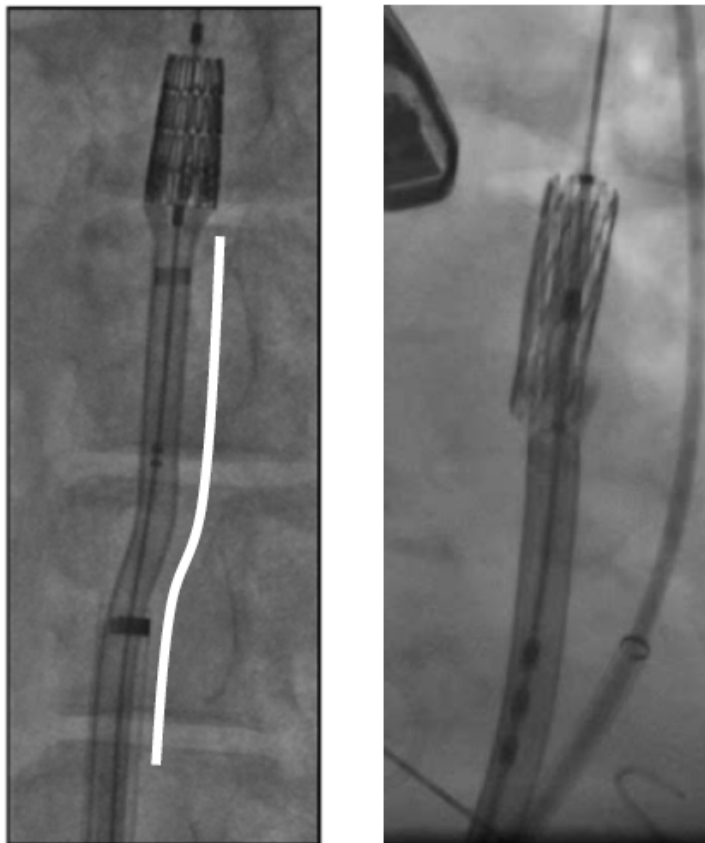

Figura 1: compressione del catetere Flex del sistema di rilascio (a sinistra) e disallineamento della valvola (a destra).
- Se si riscontra un'eccessiva difficoltà durante l'allineamento della valvola, ciò può indicare che si sta tentando l'allineamento in una sezione non diritta del vaso sanguigno, dove l'allineamento non può essere ottenuto in sicurezza. In questi casi, sarà necessario riposizionare il sistema di rilascio in un'altra sezione diritta dell'aorta e rilasciare la compressione (o la tensione) nel sistema di rilascio (vedere Figura 1).
La figura 1 illustra i casi di compressione/tensione del sistema durante la procedura: